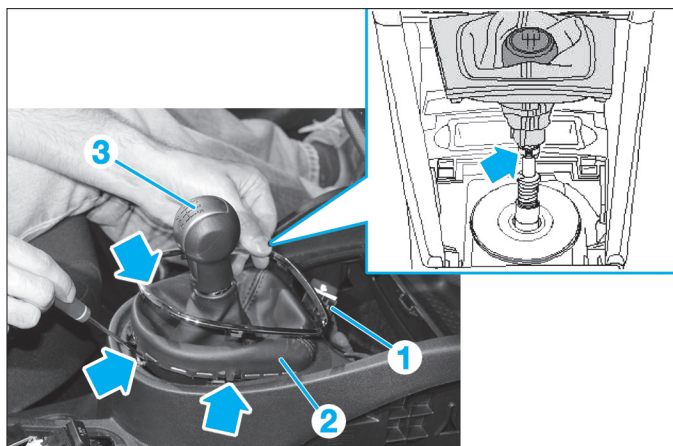

Fig. 10
- Dégrafer l'enjoliveur (1) puis dégrafer le soufflet (2) en appuyant dans le sens des flèches (Fig.10).